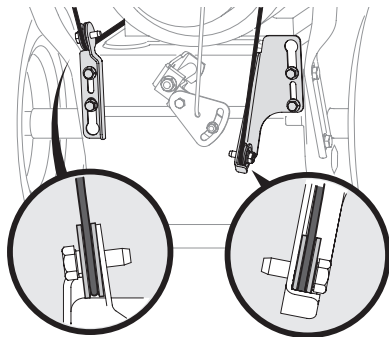

Figure 2-3
- Assurez-vous que les deux câbles, sur la partie inférieure de la souffleuse, sont bien alignés avec les rouleaux de guidage. Voir Figure 2-3.